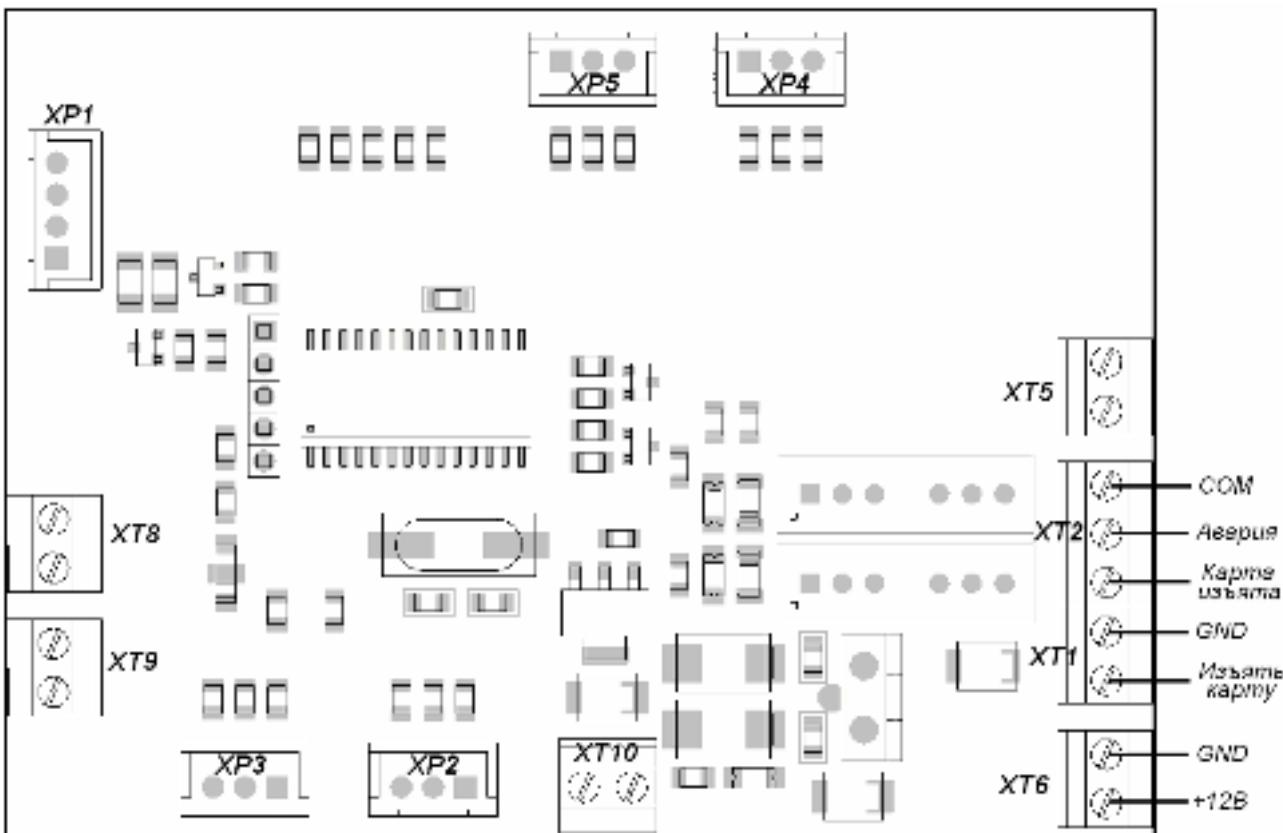
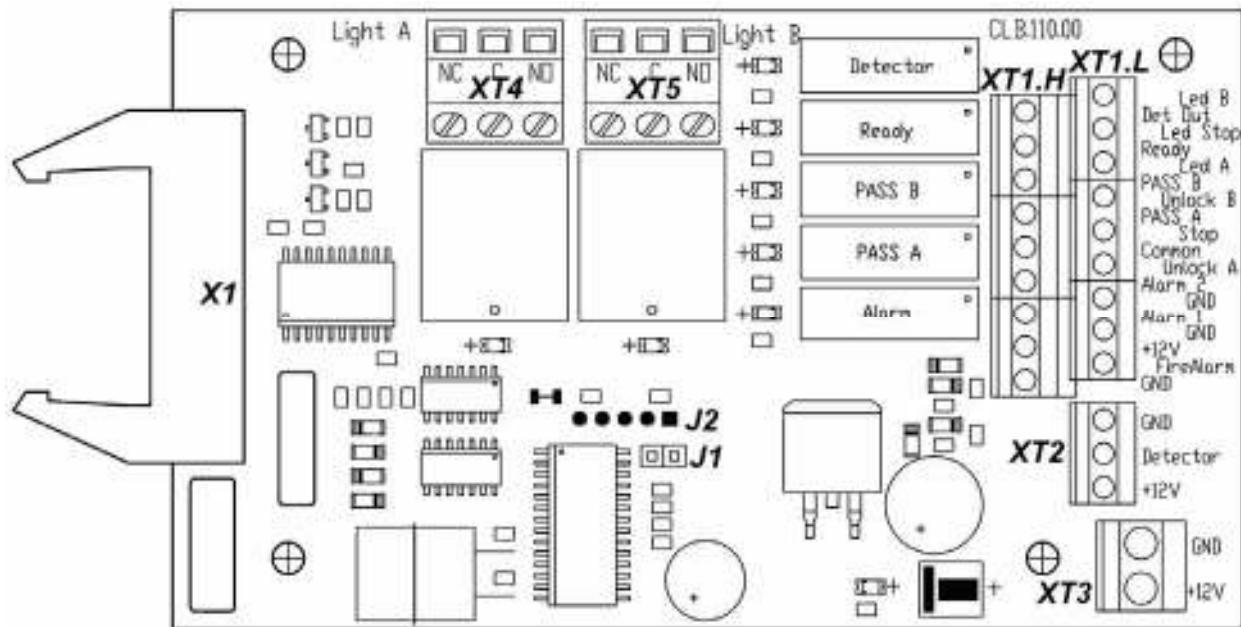
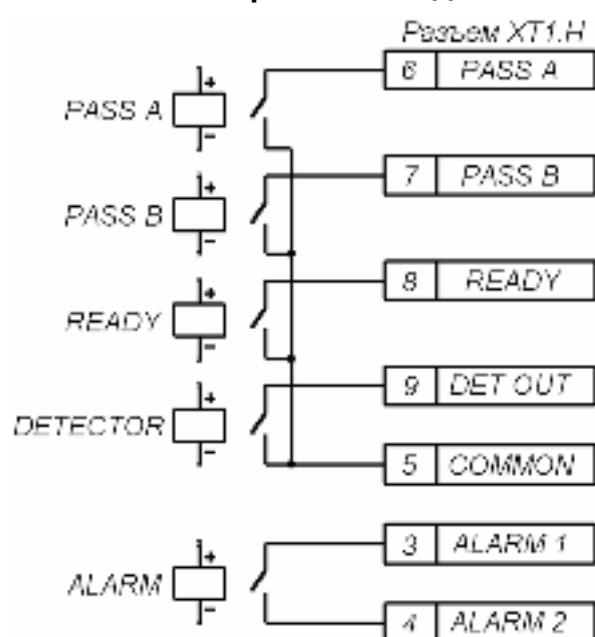

Рисунок 3 Внешний вид платы картоприемника PERCo-PA-450
Рисунок 4 Внешний вид платы PERCo-CLB
Рисунок 7 Выходные каскады для PASS A, PASS B, Ready, Det Out и Alarm.
5.2.3 Внутри стойки расположен кронштейн с установленной платой CLB и клеммами для подключения внешних устройств. К плате CLB подключаются пульт управления, выходы СКУД, устройство радиоуправления (при его использовании), датчик контроля зоны прохода (опционально), система аварийной разблокировки турникета. На клеммы подключения внешних устройств выведены линии подключения источника питания, линии управления механизмом картоприемника (плата картоприемника расположена на механизме картоприемника), линии сигналов считывателей. Подключение внешних устройств производится в соответствии со схемой подключения турникета и дополнительного оборудования (см. рис. А.1 Приложения А). Электрические соединения внутри турникета приведены на рис. А.2 Приложения А. Плата CLB изображена на рис. 4. Плата картоприемника изображена на рис. 3.
5.2.4 Пульт управления выполнен в виде небольшого настольного прибора в корпусе из ударопрочного АБС пластика и предназначен для задания и индикации режимов работы при ручном управлении турникетом. Пульт управления подключается к плате CLB гибким многожильным кабелем (17) через клеммную колодку XT1.L (см. рис. 4).
На лицевой панели пульта управления расположены три кнопки для задания режимов работы турникета. Над кнопками расположены индикаторы. Средняя кнопка **STOP** (далее – кнопка **Запрет прохода**) предназначена для переключения турникета в режим «Запрет прохода». Левая и правая кнопки (далее – кнопки **Разрешение прохода**) предназначены для разблокировки турникета в выбранном направлении. Изменить ориентацию пульта управления относительно установки стойки турникета (если на месте установки стойка обращена к оператору не лицевой, а тыльной стороной) можно, поменяв местами провода от пульта управления, подключаемые на контакты *Unlock A* и *Unlock B* а также *Led A* и *Led B* соответственно (см. рис. 4 и рис. А.1 Приложения А).
5.2.5 На плате CLB (см. рис. 4) расположены:
5.3.7 Обозначения установленных на плате CLB клеммных колодок и назначение их контактов показаны на рис. 4.
5.4.3 Реле *PASS A* (контакты *PASS A* и *Common*), *PASS B* (контакты *PASS B* и *Common*), *Ready* (контакты *Ready* и *Common*), *Detector* (контакты *Det Out* и *Common*) и *Alarm* (контакты *Alarm 1* и *Alarm 2*) имеют нормально-разомкнутые контакты. При этом общий для этих реле контакт *Common* не соединен с минусом источника питания турникета. В исходном (неактивном) состоянии при включенном питании контакты реле *PASS A*, *PASS B*, *Ready* и *Detector* замкнуты (на обмотку реле подано напряжение), а контакты реле *Alarm* разомкнуты (напряжение на обмотку реле не подано). Факт срабатывания/отпускания реле *PASS A*, *PASS B*, *Ready*, *Detector* и *Alarm* можно определить по загоранию/гашению красных индикаторов, которые установлены вблизи указанных реле (см. рис. 4). Выходные каскады для *PASS A*, *PASS B*, *Ready*, *Det Out* и *Alarm* – контакты реле (см. рис. 7) со следующими характеристиками сигналов:
5.5.2 Режим управления определяется наличием перемычки на разъеме J1 (расположение разъема J1 показано на рис. 4): перемычка установлена – импульсный режим управления, перемычка снята – потенциальный режим управления. При поставке перемычка установлена.
5.9.2 Подключение датчика контроля зоны прохода производится к клеммной колодке *XT2*, а сирены – к клеммной колодке *XT1.H* платы CLB согласно схеме электрических соединений (см. рис. А.1 Приложения А и рис. 4). Датчик контроля зоны прохода должен иметь нормально-замкнутые контакты.
На контакты *Det Out* и *Common* клеммной колодки *XT1.H* платы CLB (см. рис. 4) всегда транслируется сигнал о текущем состоянии датчика контроля зоны прохода.
5.9.3 Подключение устройства, подающего команду аварийной разблокировки, производится к клеммной колодке *XT1.L* платы CLB согласно схеме электрических соединений (см. рис. А.1 Приложения А и рис. 4). Если вход *Fire Alarm* не используется, то необходимо установить перемычку между контактами *Fire Alarm* и *GND*.